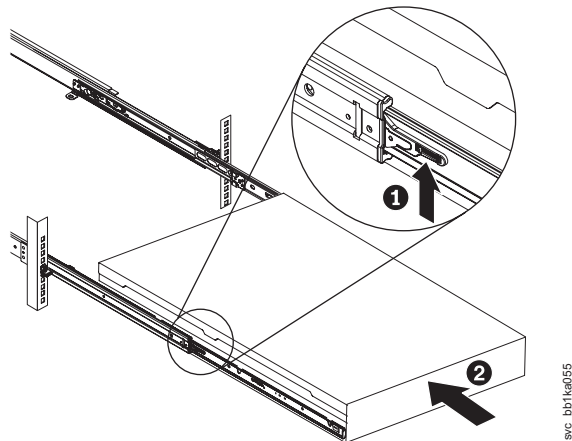

図 234. ラックのスライド・レールの SAN ボリューム・コントローラー 2145-CF8 または 2145-CG8 ロック・レバーを上げる
9. スライド・レール上のロック・レバー (276 ページの図 234 の **1**) を上げて、サーバー **2** を、所定の位置にカチッと音を立てて収まるまで、ラック内に完全に押し込みます。